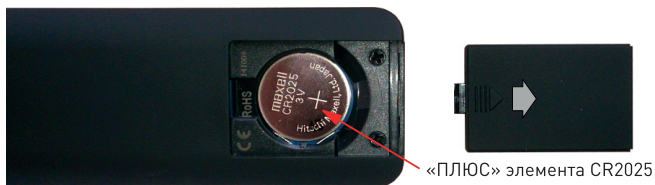

Рис. 1. Установка элемента питания.
- 3.2. Откройте отсек и установите элемент питания (Рис. 1). Если элемент уже установлен, удалите защитную пленку из отсека. При установке элемента питания соблюдайте полярность.